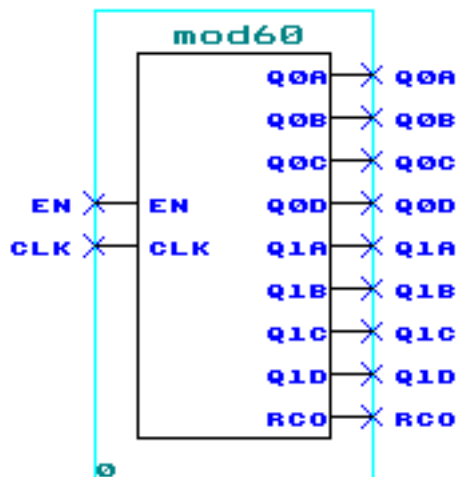

图 3.17 符号“MOD60”
- 2、在图形编辑器窗口下，执行菜单“File”下“Edit Symbol”，打开符号编辑器窗口，可以看到我们新建符号“MOD60”的外观如图 3.17 所示